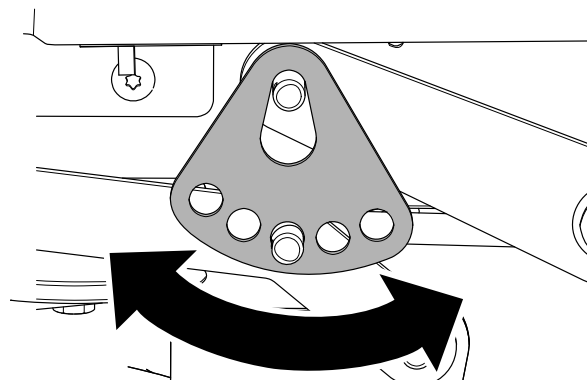

Figura 71
7. Rode a placa da altura de corte para um furo diferente de forma a que suporte o peso da plataforma do cortador depois de instalar a placa (Figura 71).
8. Instale a anilha e o perno de gancho (Figura 71).